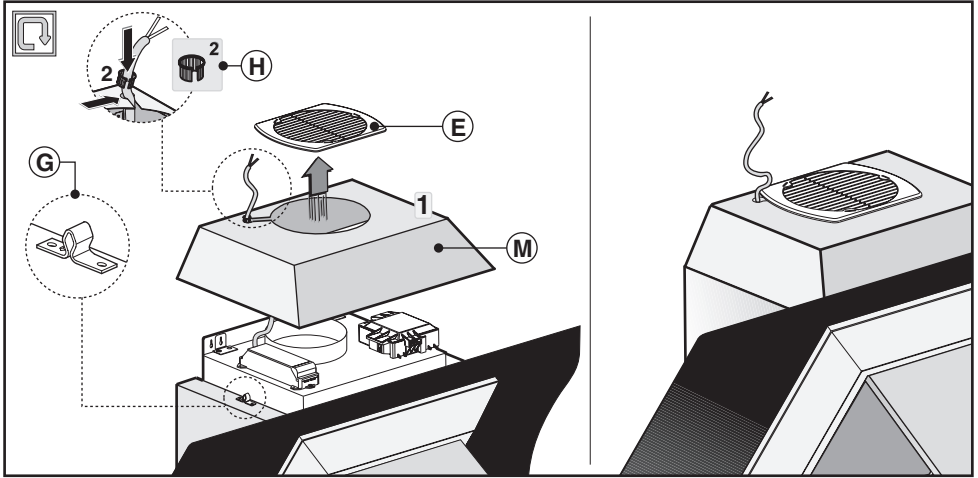

Fig.8
- Fissare il cupolino **M** e la griglia **E** facendo attenzione che si agganci perfettamente ai perni di fissaggio **G** (Fig.8).